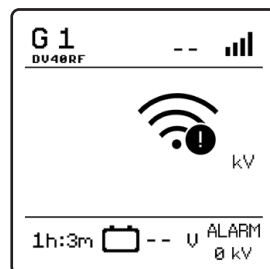

Figure 12
• **Perte de signal (Fig. 12)** : si seuls des traits s'affichent à la place des valeurs de l'électrificateur de clôture électrique, le symbole de niveau de signal clignote et l'alarme sonore retentit si elle est activée (voir paragraphe 8.2).